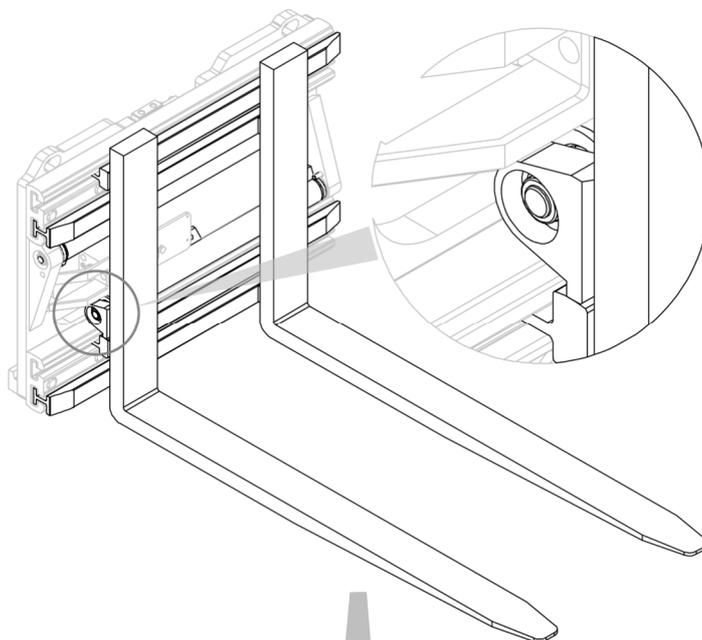
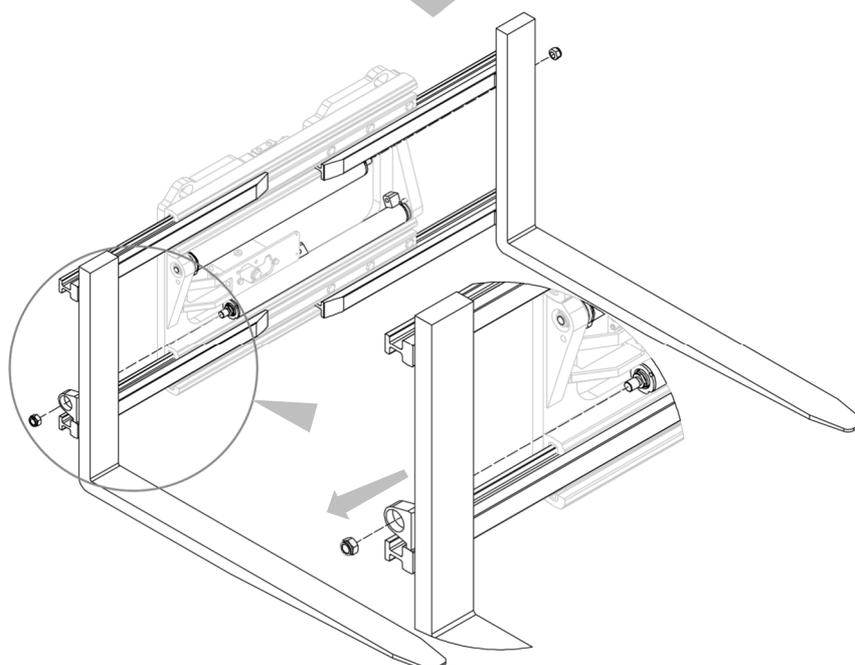
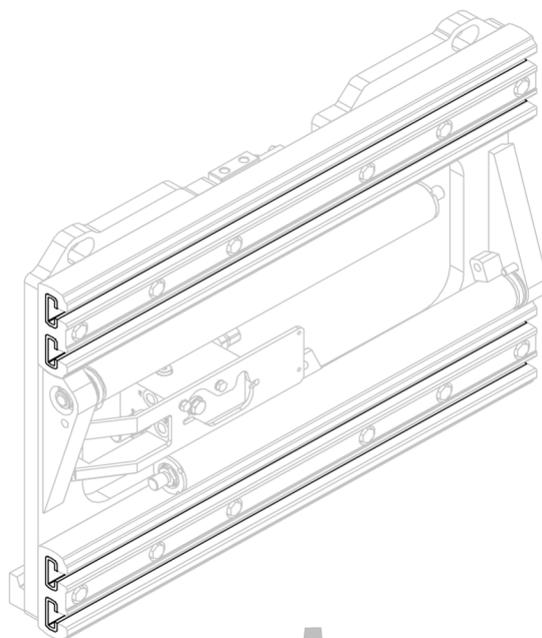
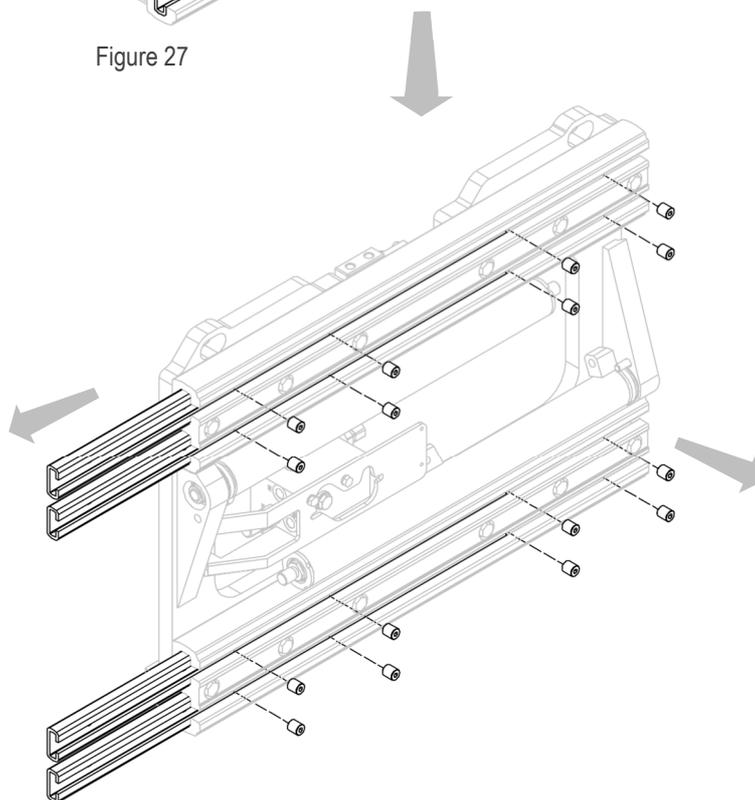

Figure 25
Figure 26
Figure 27
Figure 28
4. Nettoyer et lubrifier toutes les pièces de guidage (voir *Figure 36* à la page 45 et *Figure 26* et *Figure 27* à la page 46).
2. Retirer les fourches avec les fourches après avoir dévissé les écrous qui les relient aux vérins (voir *Figure 25* et *Figure 26*).
3. Retirer les bagues en nylon après avoir dévissé les grains correspondants (voir *Figure 27* et *Figure 28*).